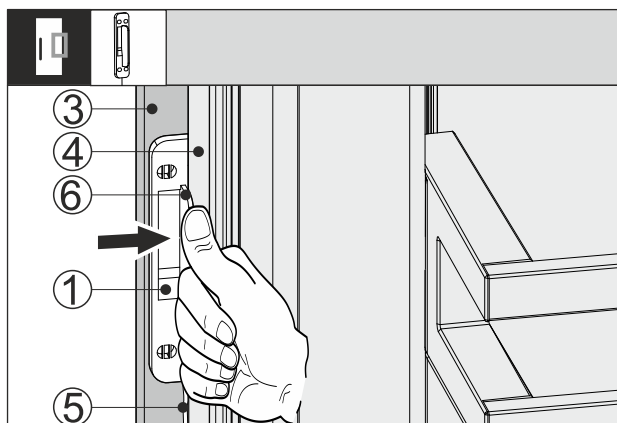

Fig. 66
- ▶ Potisnite senzor trkanja Fig. 66 (1) med sprednjo stran povišstva Fig. 66 (3) in vrata aparata Fig. 66 (4) tako, da je kabel Fig. 66 (5) rahlo napet. Senzor trkanja Fig. 66 (6) se ustavi na vratih aparata Fig. 66 (4).
- ▶ Pritisnite senzor trkanja Fig. 66 (1) na sprednjo stran povišstva Fig. 66 (3).
- ▷ Senzor trkanja Fig. 66 (1) je prilepljen. Pritrditev senzorja trkanja optimizira prenos signala trkanja.
- Trajna pritrditev senzorja trkanja Fig. 66 (1) podaljša življenjsko dobo.
- ▶ Senzor trkanja Fig. 66 (1) privijte na sprednjo stran povišstva s priloženimi Fig. 66 (3) vijaki.